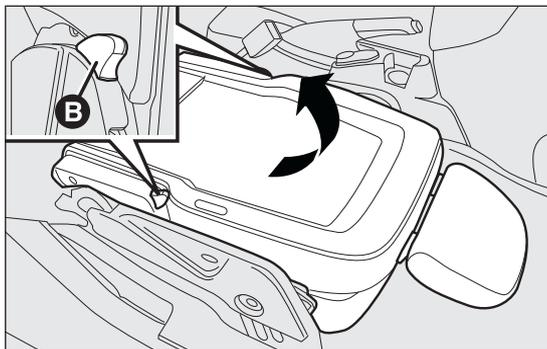

fig. 20
- agir sur les leviers B fig. 20 et soulever davantage le siège vers le haut.